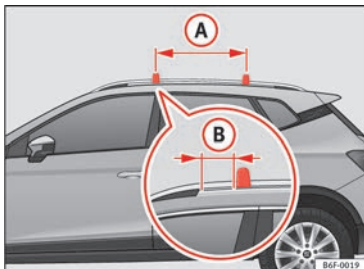

Bild 168 Fästpunkter för taklasthållarens räckan.
Takräckena monteras på takets skenor. Avståndet mellan takräckena »» **bild 168** (A) ska vara 75 cm och avståndet mellan takräckena och taklasthållarnas fäste (B) ska vara 5 cm.